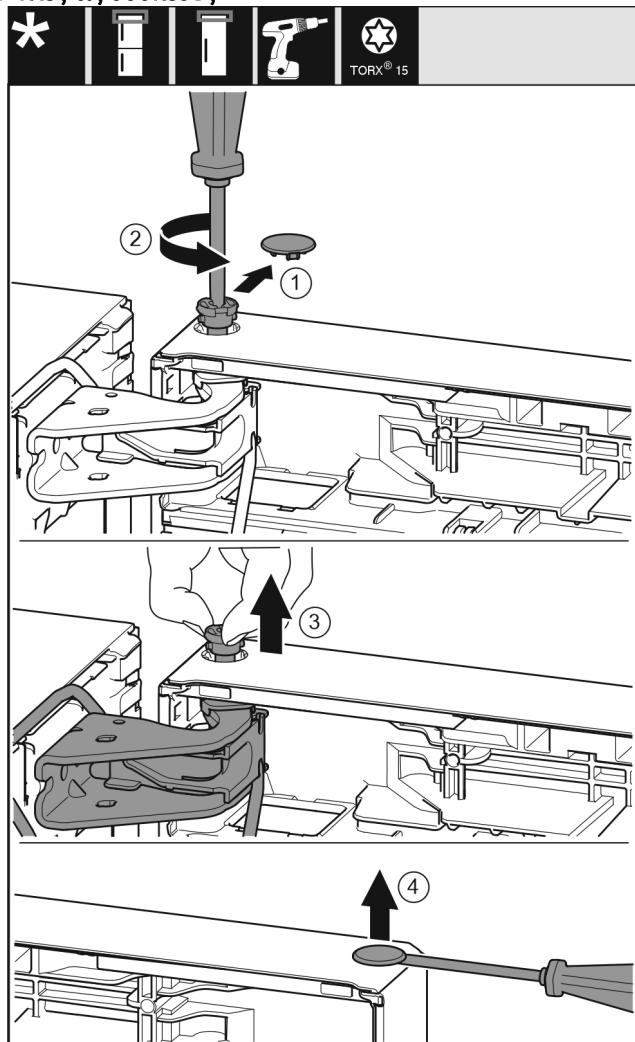

Fig. 22
- Τραβήξτε προσεκτικά το κάλυμμα ασφάλισης. Fig. 22 (1)
- Ξεβιδώστε λίγο τον πείρο με κατσαβίδι T15. Fig. 22 (2)
- Συγκρατήστε την πόρτα και τραβήξτε έξω τον πείρο με τα δάκτυλα. Fig. 22 (3)
- Ανασηκώστε προσεκτικά και τραβήξτε έξω την τάπα από το κουζινέτο της πόρτας με ένα ίσιο κατσαβίδι. Fig. 22 (4)